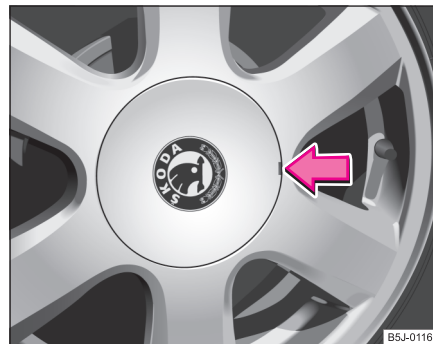

Fig. 169 Retirar los embellecedores de rueda
- Saque el embellecedor de rueda apalancando con cuidado mediante un gancho extractor ⇒ fig. 169. ■